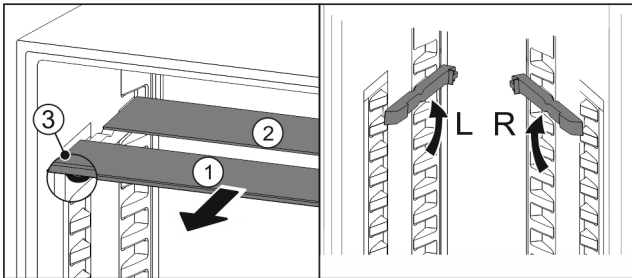

Fig. 107
- estrarre i ripiani di vetro singolarmente tirando in avanti Fig. 107 (1).
- ▷ Il piano in vetro Fig. 107 (1) con il motivo ornamentale è nella parte anteriore.
- ▷ I fermi Fig. 107 (3) sono rivolti verso il basso.